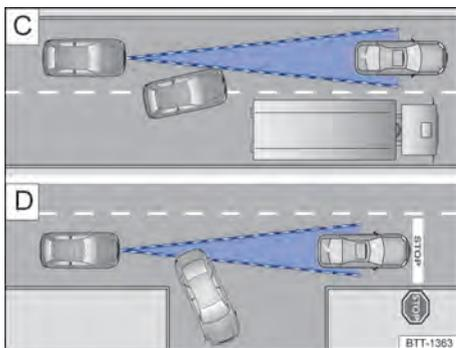

Fig. 103 C) Cambio de carril. D) Vehículo girando o parado.
Por ejemplo, si un vehículo detectado por el ACC gira o cambia de carril, y si hay un vehículo parado frente a este vehículo, el ACC no reaccionará al vehículo parado → fig. 103 .
- Vehículos que cambian al carril donde usted está a poca distancia del vehículo → fig. 103 .